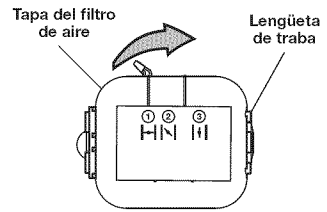

Fig. 20
8. Gire la tapa hacia la derecha y ciérrala haciendo presión de manera que la lengüeta de la tapa del filtro de aire caiga en la ranura de la placa posterior (Fig. 20).